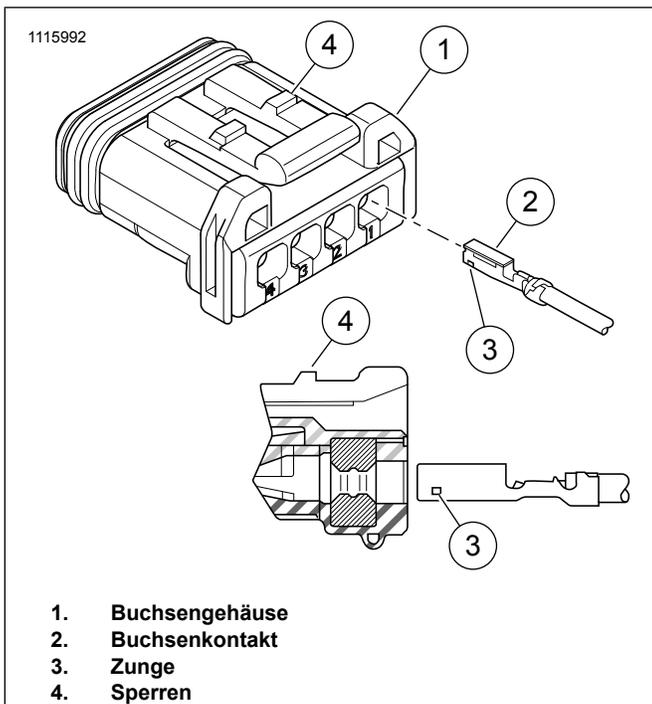

Abbildung 8. JAE-Steckverbinder
- a. Siehe Abbildung 8. Die gelösten Kontakte an den Kabelenden in die Hohlräume des Buchsengehäuses aus dem Satz einsetzen:
- e. Einen der Verschlussstifte (Abbildung 8, Teil 5) in Messbuchse 3 einbauen.
5. Siehe Abbildung 8. **FXLR Modelle:**
- a. Schrumpfschlauch (7) auf die blaue Blinker Kabelkontakt setzen und erhitzen.
- e. Zwei Verschlussstifte (Abbildung 8, Teil 5) in die Messbuchsen 1 und 3 einbauen.